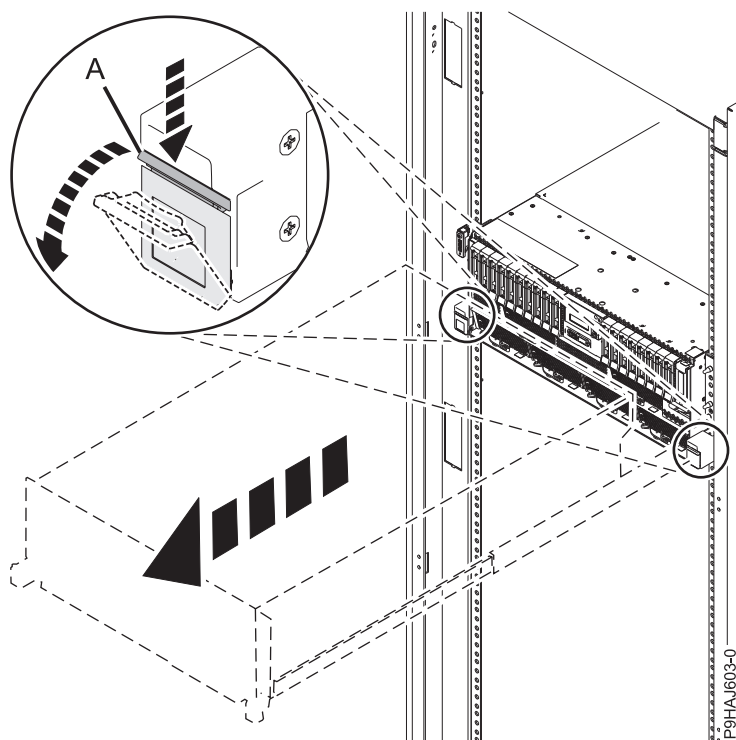

Figura 38. Cómo abrir los pestillos laterales
2. Para un sistema montado en bastidor, abra los pestillos laterales (A) y tire de ellos para deslizar la unidad del sistema colocándola completamente en la posición de servicio hasta que los laterales queden fijos y también la unidad del sistema. Asegúrese de que los tornillos en los pestillos no estén fijados al bastidor. Consulte la Figura 38 en la página 54.